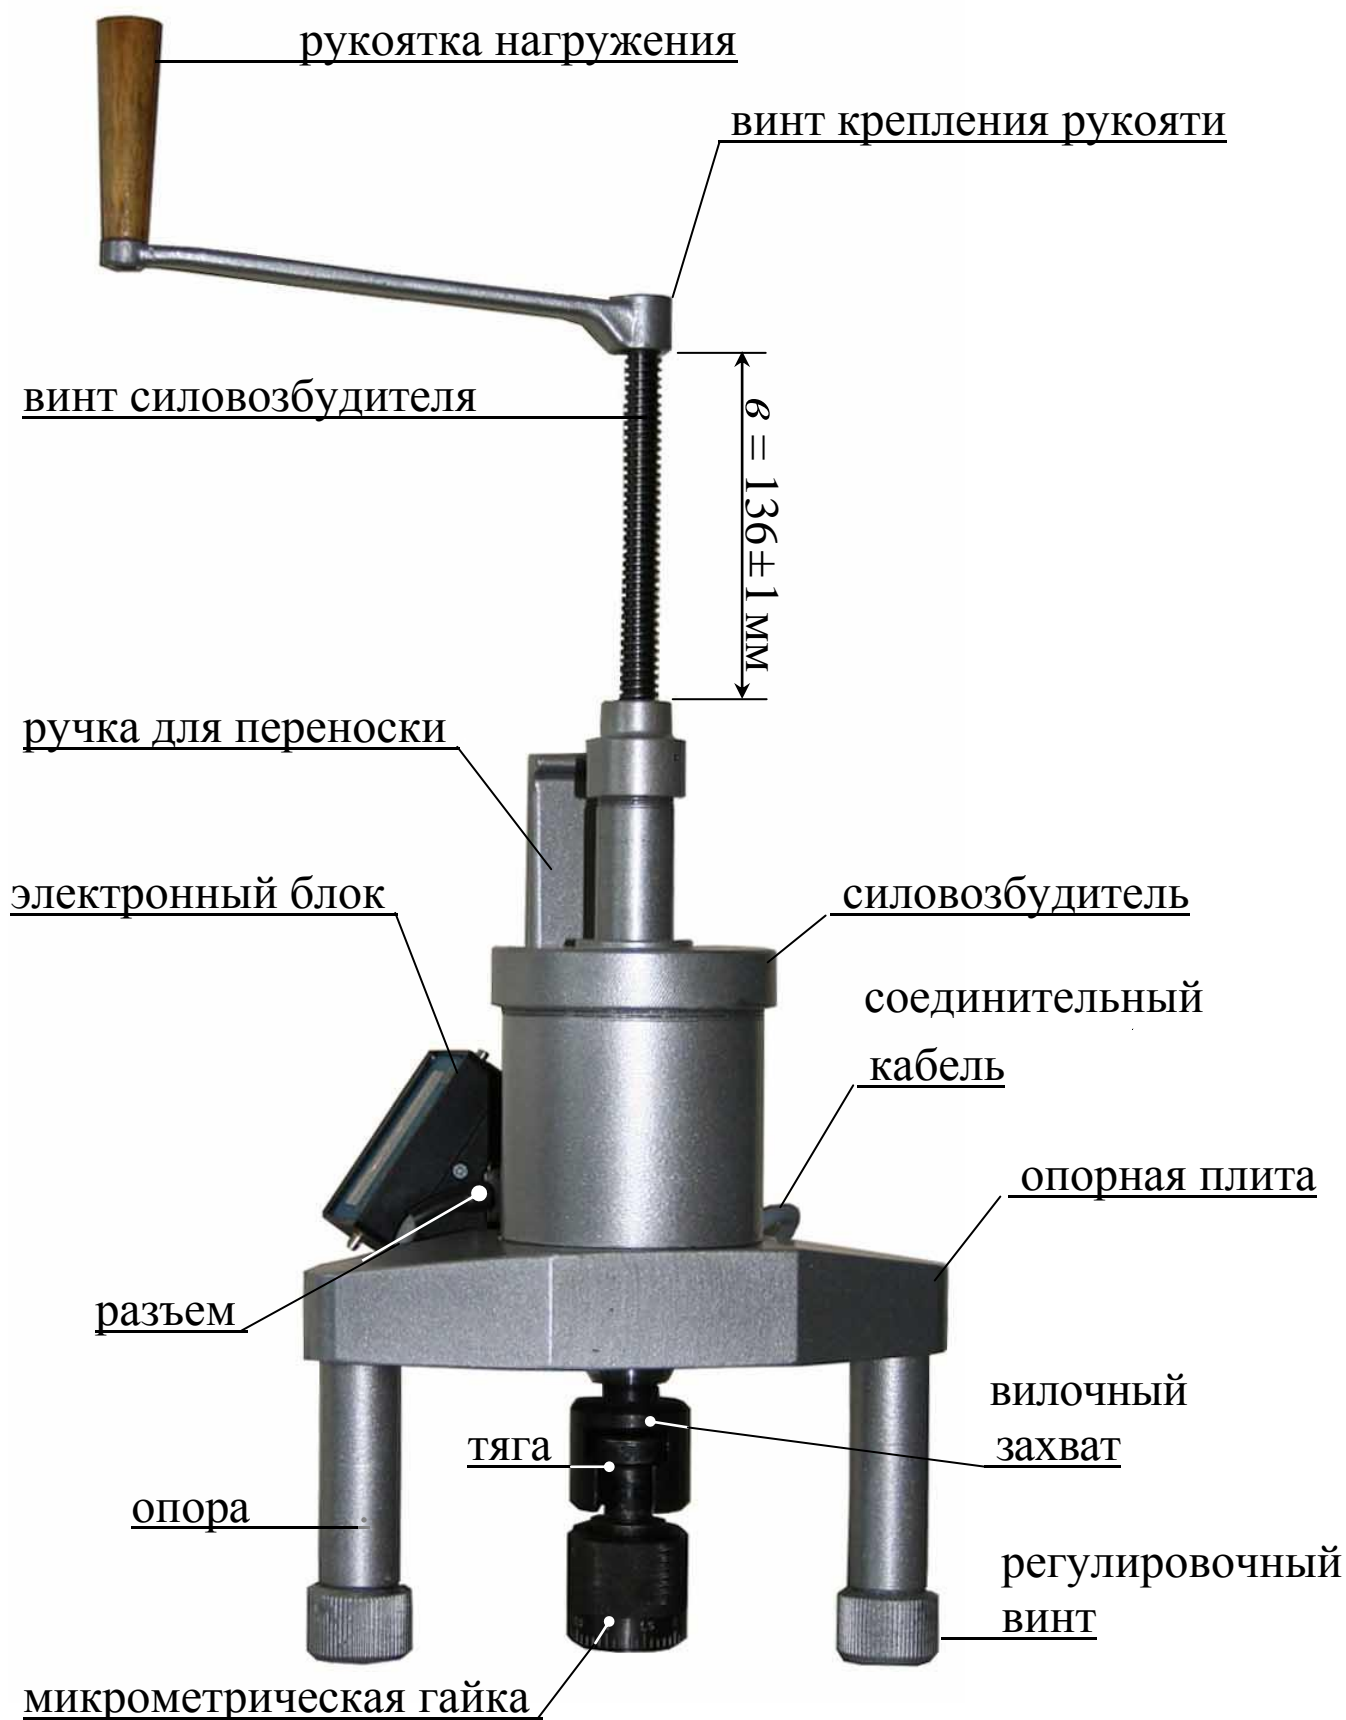

Рисунок 1.1 – Внешний вид измерителей прочности бетона ПОС-50МГ4У
1.3.1 Конструктивно измерители выполнены в виде двух основных блоков (рисунок 1.1):